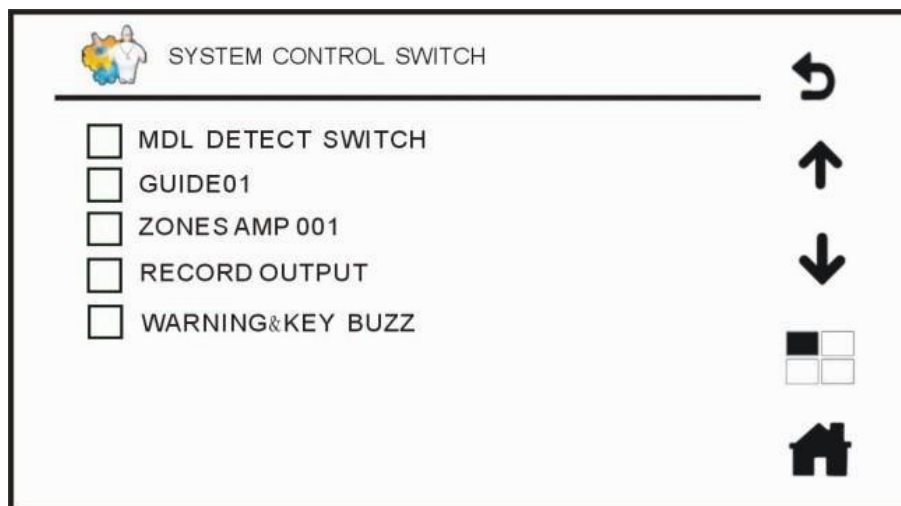

Рис. 4.28. Меню диагностики оборудования
- Если в меню **SETTINGS** (системные настройки), нажать кнопку подменю **SYSTEM DETECTION SWITCH**, то вы попадаете меню диагностики оборудования, показанное на Рис. 4.28. Установите флажок ☒ напротив выбранного в списке устройства, чтобы система LPA-EVA могла постоянно вести мониторинг его состояния во время работы. Снимите флажок ☐ , и система не будет проверять состояние этого устройства, то есть, если устройство выходит из строя, система продолжит работать в обычном режиме.